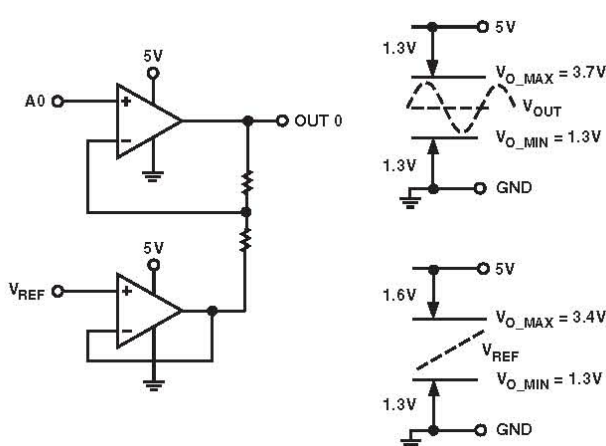

図 5. メイン・アンプ・チャンネルの出力コンプライアンスとグラウンド・バッファ
- 1) AD8187 では、V_{REF} は最も負側のアナログ電源 V_{EE} に接続できません。リファレンス電圧が制限されます(AD8187、図 5 参照):